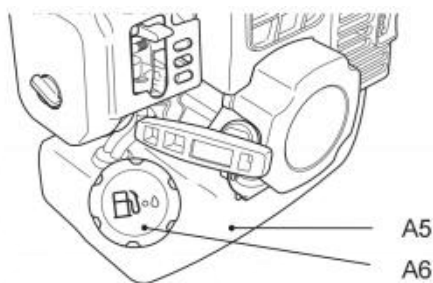

Fig. 25
7. Odkręcić i zdjąć korek wlewu paliwa (A6) (rys. 25).